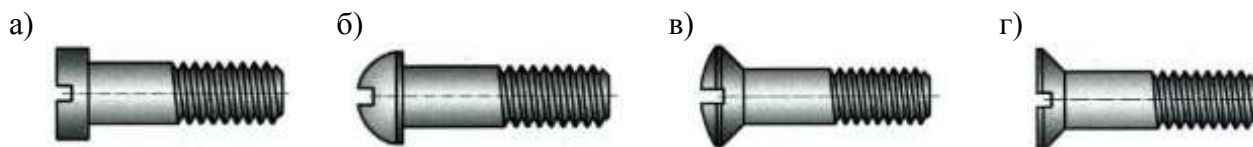

Рисунок 10 Винты крепежные: а – с цилиндрической головкой, б – с полукруглой головкой, в – с полупотайной головкой, г – с потайной головкой
**Винт** представляет собой цилиндрический стержень с головкой на одном конце и резьбой для ввинчивания в одну из соединяемых деталей на другом (рисунок 10).